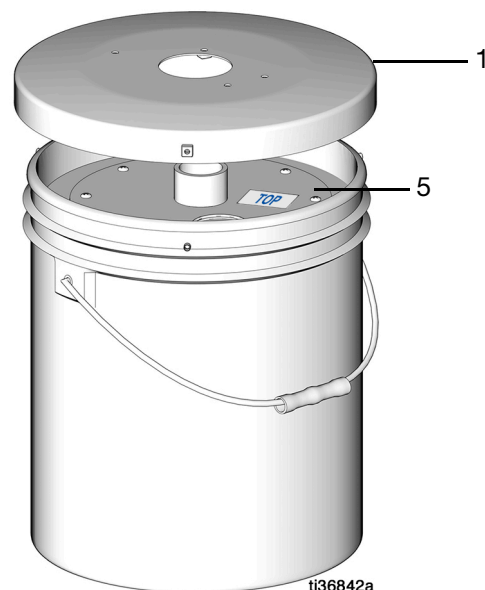

Рис. 6
6. Установите крышку для бочки (1) сверху прижимной пластины (5) (Рис. 6).